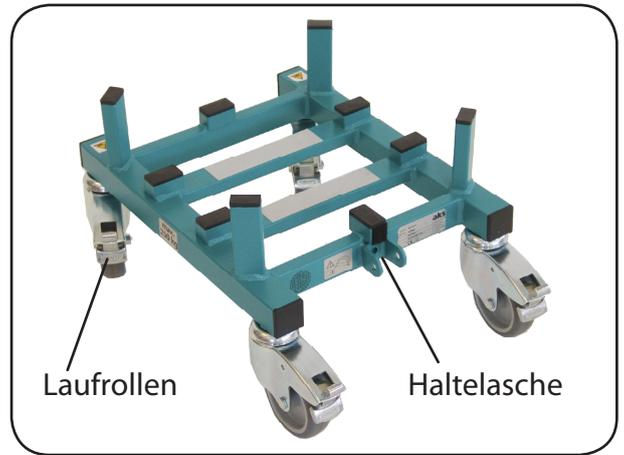

Abb. 6.1.01 – Auflage mit festgestellten Laufrollen
1. Positionieren Sie die Auflage mit den Laufrollen nach unten (Abbildung 6.1.01).